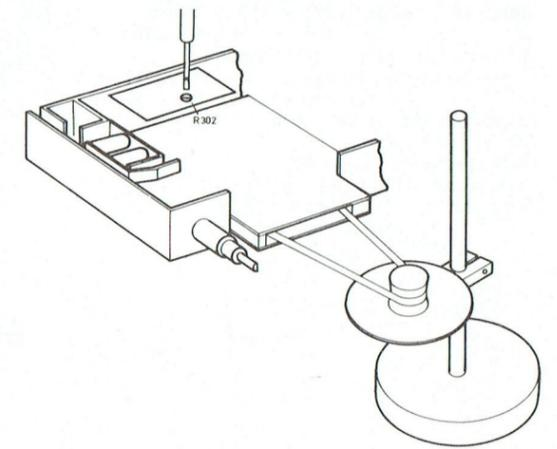

Fig. 5
**Contrôle de la vitesse de défilement A (fig. 5).**